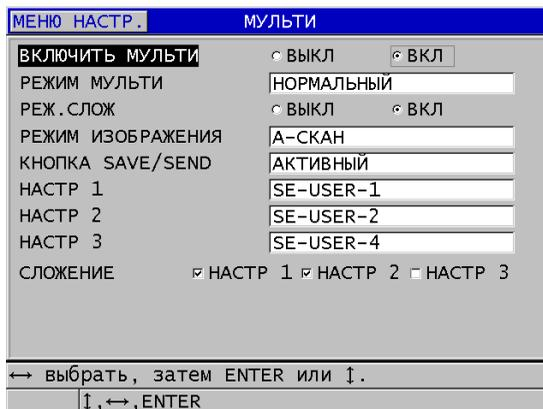

Рис. 7-7 Настройка параметров мульти-измерения в нормальном режиме
5. В окне **МУЛЬТИ** (см. Рис. 7-7 на стр. 119):